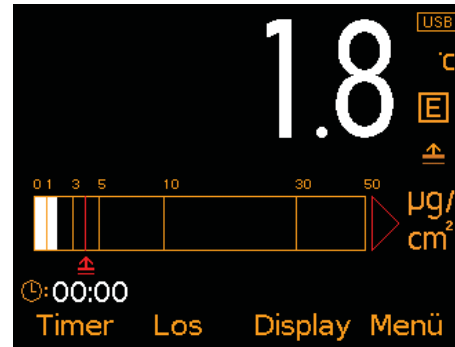

Bild 4: Messwert und Balkendiagramm
- **Balkendiagramm (Bild 4);** Eine analoge Darstellung des aktuellen Messwerts zusammen mit dem höchsten (Hi), niedrigsten (Lo) und durchschnittlichen (\bar{x}) Messwert. Das Diagramm wird beim Erfassen jedes Messwerts automatisch aktualisiert.